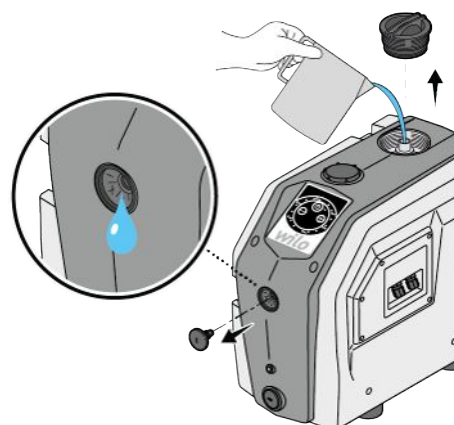

Fig. 9: Plnenie
- Naplňajte výrobok vodou (približne 1,5 l), kým nebude voda vytekať z odvzdušňovacieho otvoru (Fig. 9).